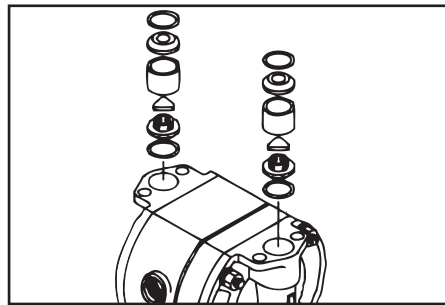

Figura 19
- Retire la bola/superficie plana, el asiento de válvula y el anillo O (consulte la Figura 19).